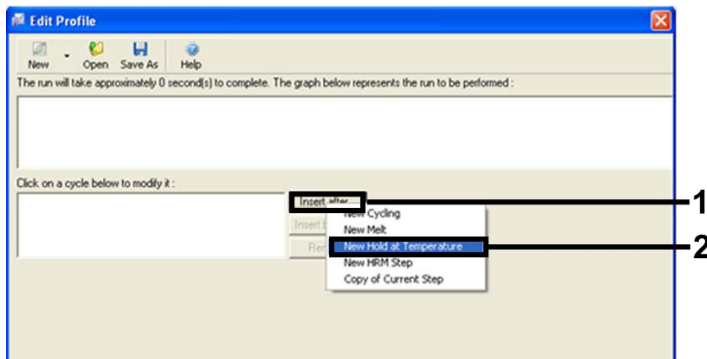

Figura 4. Inserción de un paso de incubación inicial.
6. Haga clic en Insert after (Insertar después) y seleccione New Hold at Temperature (Nueva fase de temperatura) (figura 4).